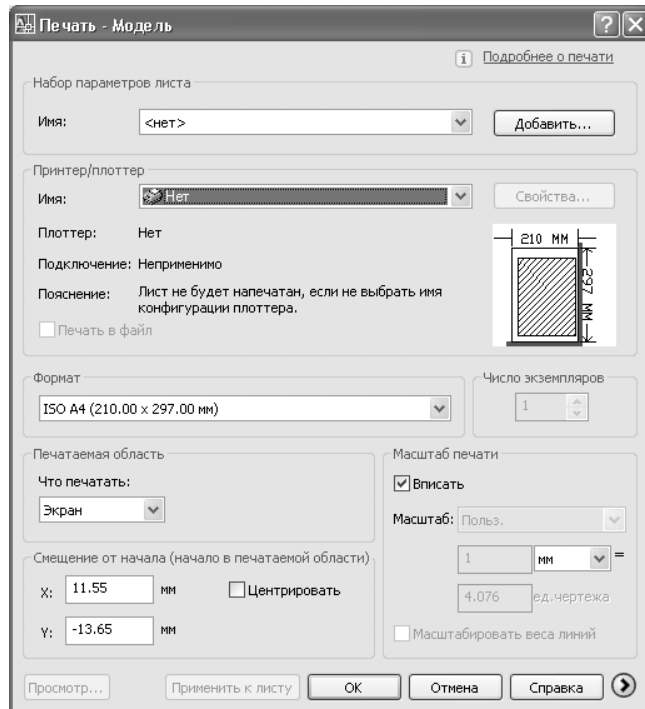

Рис. 14.2 ▼ Основные параметры диалогового окна Печать (Plot)
3. Многие из отображающихся на экране параметров печати окна **Печать - Модель** (Plot - Model) (рис. 14.2) вам уже знакомы, поскольку с подобным набором параметров вы уже сталкивались в окнах настройки параметров страницы, открывающихся с помощью команды **Диспетчер параметров листов** (Page Setup Manager) контекстного меню ярлычков **Модель** (Model) или **Лист** (List). Щелкните на круглой кнопке **Развернуть окно** (More Options), расположенной в правом нижнем углу окна или нажмите **Alt** и клавишу символа «>».